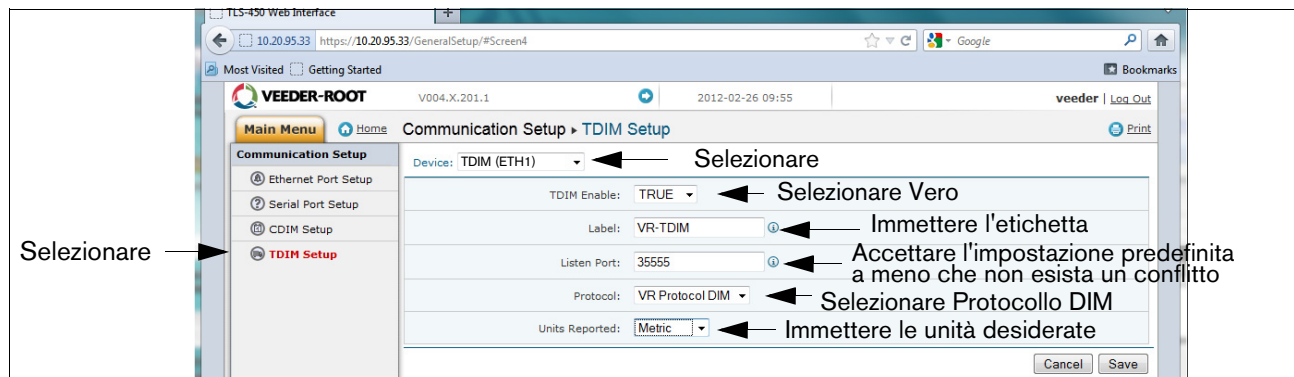

Figura A-8. Setup TDIM
10. Selezionare il setup "TDIM". Selezionare "TDIM (ETH1)" dal menu a discesa. Nel menu a discesa, selezionare "Abilitazione TDIM", scegliere "VERO" e immettere un'etichetta (massimo 20 caratteri). Quindi selezionare il protocollo DIM utilizzato e fare clic su "Salva". Accettare la porta di ascolto predefinita (a meno che non esista un conflitto con un altro dispositivo) e selezionare le unità desiderate (vedere l'esempio nella Figura A-8). Una volta completato, fare clic su "Salva" per mantenere queste impostazioni.